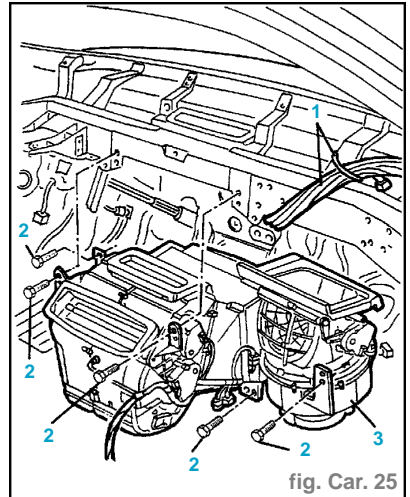

fig. Car. 25
- Déplacer et fixer temporairement les câblages (1) (fig. Car. 25).
- Dévisser les vis de fixation du boîtier conditionneur (2).
- Enlever le boîtier conditionneur complet de câblage (3).